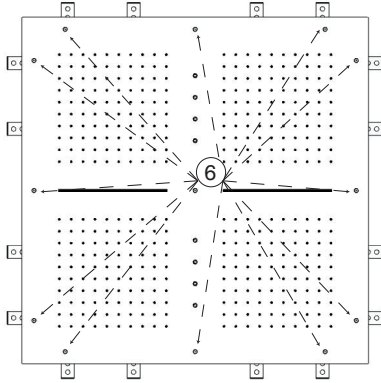

FIG.6
- IT** Prima di provvedere all'assemblaggio delle parti asportate per il fissaggio del telaio, dovete provvedere all'alimentazione delle cascate per poi alimentare gli elementi pioggia (7) della Fig.7. Dopo questo passaggio potrete provvedere ad avvitare le rispettive viti (8) della Fig.7. A questo punto siete pronti per rimettere la parte estetica di Fig.6 riavvitando le viti (6).
- EN** Before assembly the part, previously removed for fixing the frame, feed the waterfalls and fed in pairs the elements for the rain function (7) Fig.7. After this step, screw the screw (8) Fig.7 and then reposition the aesthetic part Fig.6 and screw the screw (6).
- FR** Avant de monter les pièces enlevées pour la fixation du châssis vous devrez alimenter les cascades pour alimenter ensuite les éléments pluie (7) de la Fig.7. Après ce passage visser les vis respectives (8) de la Fig.7. A ce point vous êtes prêts pour remettre la partie esthétique de Fig.6 vissant les vis (6).
- DE** Bevor man die zuvor, für die Befestigung des Rahmens abmontierten Bestandteile wieder zusammenbaut, muss man sich um die Versorgung der Wasserfallausläufe kümmern, um dann die Berieselungselemente (7) der Abb.7 zu versorgen. Danach kann man sich um das Verschrauben der entsprechenden Schrauben (8) gemäß Abb.7 kümmern. An diesem Punkt ist alles bereit, um die Dekorplatte von Abb.6 wieder anzubringen, indem man die Schrauben (6) entsprechend Abb.6 erneut festschraubt.
- ES** Antes de ensamblar las partes removidas durante las operaciones de fijación del bastidor, realicen la alimentación de las cascadas y, sucesivamente, alimenten los elementos lluvia (7) de la Fig.7 previstos. Acabado esta fase, atornillen los tornillos correspondientes (8) de la Fig.7. Finalmente, pueden colocar la placa embellecedora de Fig.6 volviendo a cerrar los tornillos (6).
- RU** Перед сборкой деталей, снятых перед фиксацией рамы, необходимо предусмотреть подачу воды на водопады, а затем на душевые элементы (7) рис.7. После этого можно закручивать соответствующие винты (8) рис.7. Теперь можно установить на место декоративный элемент – рис. 6, завинтив винты (6).
- SV** Innan du monterar de delar du tagit bort för att fästa ramen, ska du se till att försörja vattenfallen för att sen försörja regnelementen (7) i Fig. 7. Efter att ha gjort detta kan du skruva fast de respektive skruvarna (8) i Fig. 7. Nu är du klar att sätta tillbaka dekorationsdelen i Fig 6 och skruva fast skruvarna (6) på nytt.
- ZH** 在重新装回框架定时拆卸的部件时，应查验中间喷口的供水，最后再将水源接在水滴元件 (7) 上 (图7)。此步骤之后才可拧紧相应的螺钉 (8)，如图7所示。此时可重新放入图6所示的弹性部件，并拧紧螺钉 (6)。